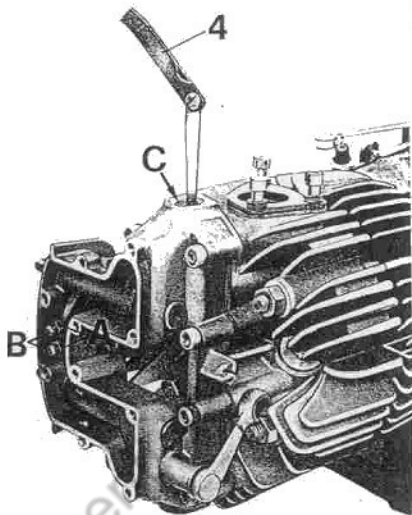
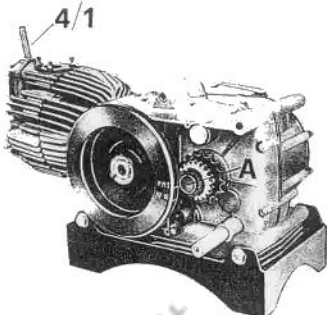

Fig. 61
Fig. 63
REGOLAZIONE GIUOCO TRA BILANCIERI E VALVOLE (vedere fig. 61)
- riavvitare il dado (A) bloccandolo a fondo. Dopo bloccato il dado controllare di nuovo in modo da accertarsi che il giuoco sia regolare.
Il controllo del giuoco va effettuato usando apposito spessimetro n° 12909090 (4 di fig. 61) che attraverso il foro (C) deve essere inserito tra la valvola ed il bilanciere.
(Vedere fig. 61 - 63 - 113/1)
(a fine fase di compressione, con valvole chiuse) si trovi in corrispondenza al foro di centraggio (A di fig. 63) sul manicotto dentato;
- svitare la vite di registro (B di fig. 61) dopo aver allentato il dado (A di fig. 61) sul bilanciamento aspirazione, infilare uno spessimetro di mm. 2 (4/1 di fig. 63) tra lo stelo della valvola ed il bilanciamento. Il gioco esatto si ha quando agendo sulla vite di registro (B di fig. 61) lo spessimetro comincia ad indurirsi leggermente;
- ruotare di nuovo il volano in senso orario (350°) fino a che il segno « AF 10 » stampato sul volano stesso coincida con il foro di centraggio (A di fig. 63).
- svitare la vite di registro (B di fig. 61) dopo aver allentato il dado (A di fig. 61) sul bilanciamento aspirazione, infilare lo spessimetro di mm. 2 (4/1 di fig. 63) tra lo stelo della valvola e il bilanciamento. Il gioco esatto si ha quando agendo sulla vite di registro (B di fig. 61) lo spessimetro incomincia ad indurirsi leggermente;
Per determinare esattamente il punto in cui avviene l'inizio apertura della valvola di aspirazione, occorrerà ruotare il volano con delicatezza fino a sentirne l'indurimento dello stesso. A questo punto controllare che i segni « AF10 » sul volano e il foro di centraggio « A » di fig. 63 sul manicotto dentato o la freccia (A) dell'attrezzo n° 32 di fig. 113/1 coincidano.